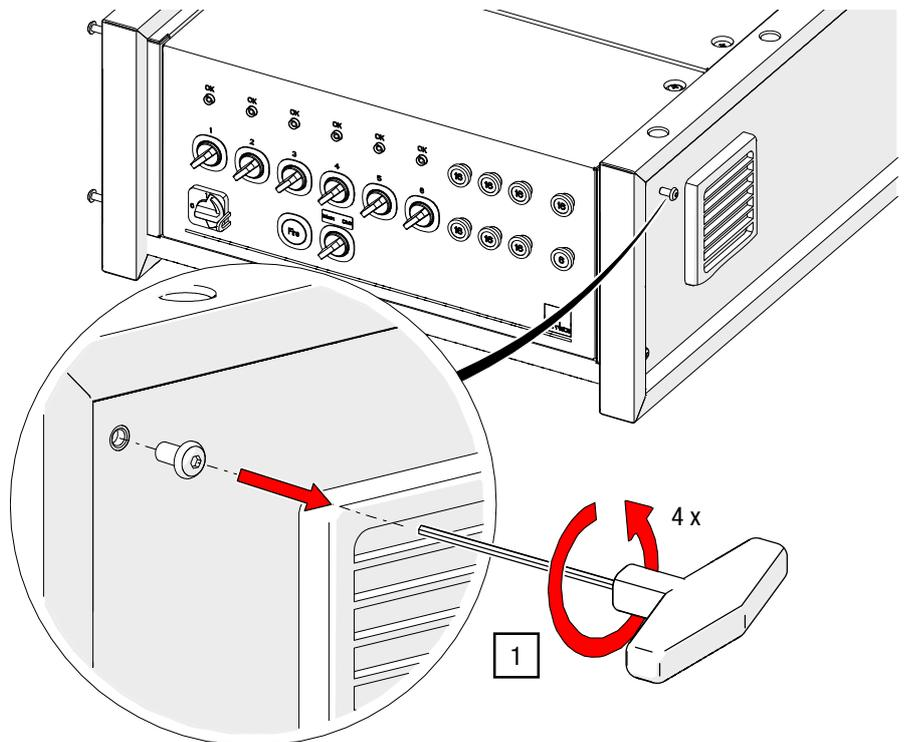

Abb. 24: Steuerung G-FRAME Schrauben für Montagewinkel lösen
Steuerung G-FRAME	Das Bedienfeld ist an Frontseite der liegenden Steuerung montiert (siehe Abb. 24).
- Lösen Sie die 4 beidseitig vormontierten Innensechskantschrauben im vorderen Bereich des Gehäuses mit einem ISK SW 4 (siehe Abb. 24).